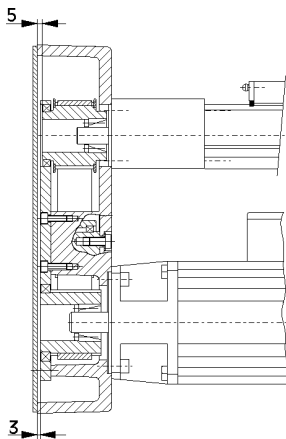

Bild 8
3. Synchronscheiben (4 und 5) mit DKWN-Spannsätzen (6 und 7) auf Profile von Motor und WIESEL® Lineareinheit schieben und klemmen. Anzugsdrehmoment der Schrauben am DKWN-Spannsatz in Abhängigkeit des Innendurchmessers (siehe Tabelle Kapitel 10 "Technische Daten") Abstand zwischen Gehäuseoberkante und Synchronscheibe 5 bzw. 3 mm (siehe Bild 8).
4. Zahnriemen (8) einlegen.
5. Spannrolle (9) in Gehäuse stecken und mit Schraube (10) und Scheibe (11) befestigen.
6. Lagerplatte (12) auf Rillenkugellager und Spannrolle stecken und mit Schrauben (13) befestigen.